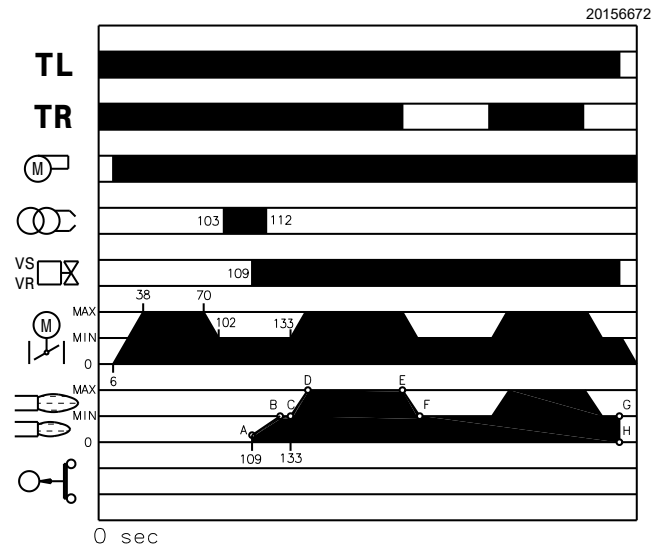

Abb. 32
- 109s** Das Sicherheitsmagnetventil VS und das Regelventil VR (schnellöffnend) öffnen sich. Es entsteht eine Flammenbildung mit niedriger Leistung, Punkt A (Abb. 32). Es folgt eine progressive Steigerung des Durchsatzes, mit langsamer Öffnung des Ventils VR bis zur Mindestleistung, Punkt B (Abb. 32).